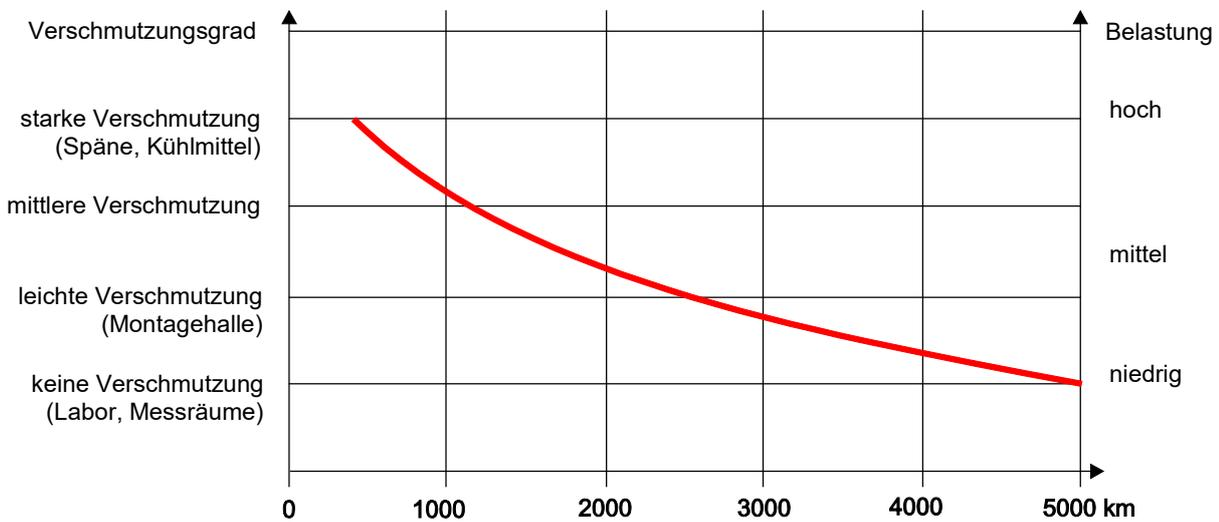

Bild 11: Nachschmierintervalle für die Kugelumlaufführung mit Kugelkette
*KGT = Kugelgewindetrieb **oder mindestens 2x pro Jahr. Das Schmierintervall ist abhängig von den Umgebungsbedingungen und von der Belastung (siehe Bild 11). Nachschmieren "in Bewegung"!